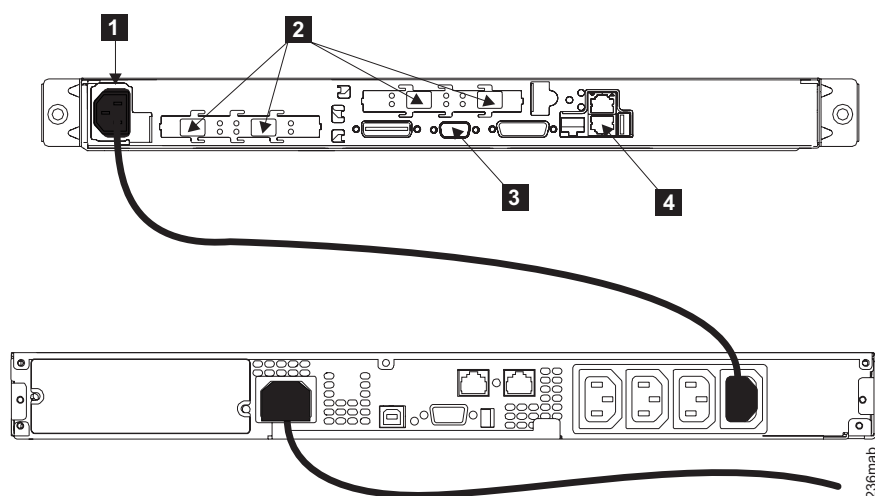

Figure 1. Cordon d'alimentation et interfaces de connexion signal de SAN Volume Controller et de l'UPS 5115
2. Assurez-vous que le cordon d'alimentation est connecté à la prise femelle du segment de charge de l'UPS 5115. Assurez-vous également que l'autre extrémité du cordon d'alimentation relie l'UPS 5115 au point de distribution de l'armoire. La figure 1 illustre les connecteurs de SAN Volume Controller et l'UPS 5115. Le connecteur du bloc d'alimentation est indiqué par **1** sur la figure.